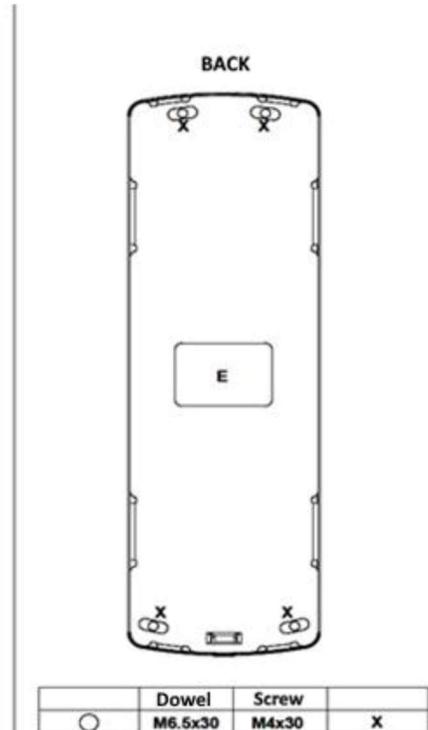

Abbildung 3 Montagelöcher Etagentableau
3. Mit einem 6,5mm Bohrer sind die Löcher gemäß Abbildung 3 (mit X markiert) in die Wand zu bohren.
4. Es ist ein Loch in die Wand zu stemmen, durch das der rechteckige Sockel des Tableaus passen kann. Die Abmessung des Sockels ist 40x28mm, wie in Abbildung 3 mit einem „E“ gekennzeichnet.